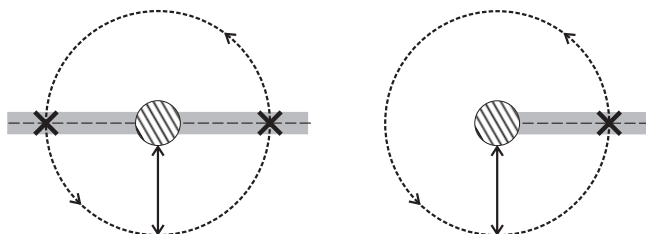

Fig. 31: Recorrido de una tubería en una sección central de la tubería (izquierda) o en el extremo de la tubería (derecha).
2. Muévase en círculo por el punto de acoplamiento o **G 100**. De esta manera, usted recorre la tubería dos veces (Fig. 31).